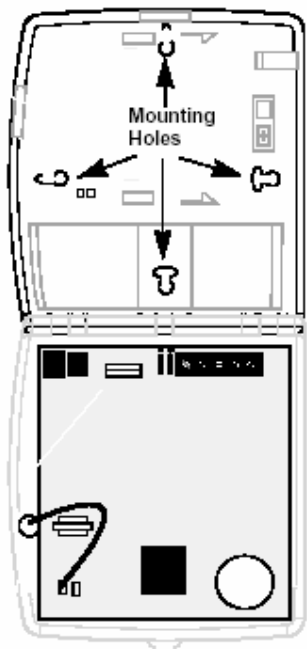

Figure 3. Panel Mounting Hole Locations
3. 参考图 3 确定主机的安装位置。
主机内主板的右上角上有 5 个接线柱（参见图 3）用于连接交流电源、有线警号和有线探头。